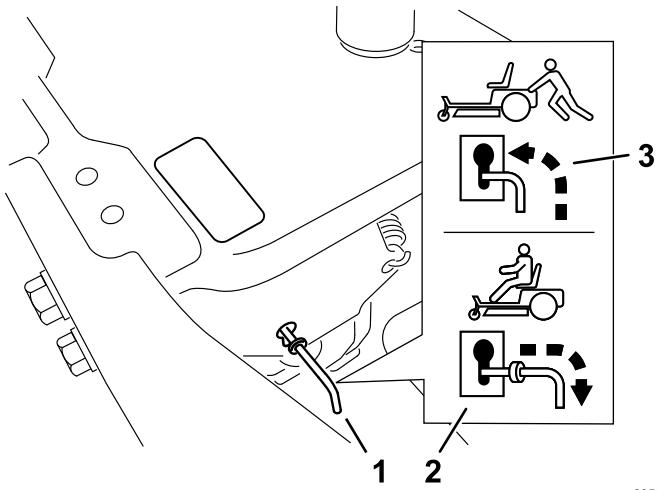

Figura 32
4. Spostate in avanti le leve di bypass attraverso il foro della chiavetta, quindi verso il basso per bloccarle in posizione (Figura 32).
Spostate indietro le leve di bypass attraverso il foro della chiavetta, quindi verso il basso per bloccarle in posizione, come illustrato nella Figura 32.